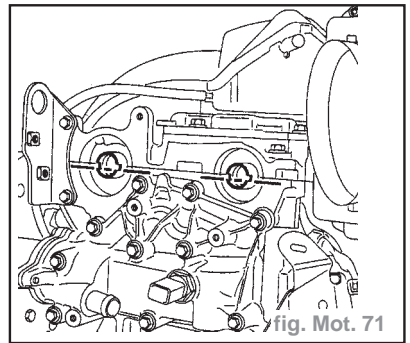

fig. Mot. 71
- Positionner les rainures des arbres à cames comme indiqué sur le dessin (fig. Mot. 71).